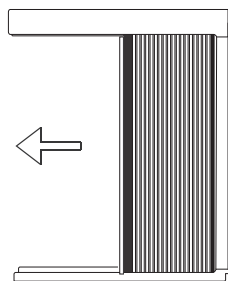

Fig. 1
A. Sostenga el panel de acordeón con una mano y tire suavemente hacia atrás del centro para liberar una apertura extrema. Véase la Fig. 1.